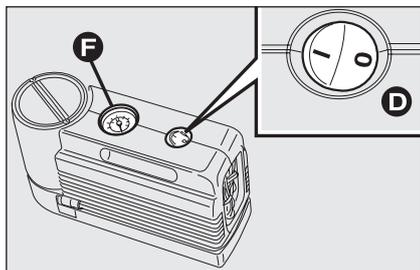
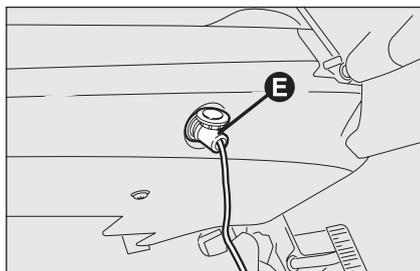

fig. 10
fig. 11
- assicurarsi che l'interruttore **D-fig. 10** del compressore sia in posizione 0 (spento), avviare il motore, inserire la spina **E-fig. 11** nella presa di corrente più vicina e azionare il compressore portando l'interruttore **D-fig. 10** in posizione **I** (acceso). Gonfiare il pneumatico alla pressione prescritta nel paragrafo "Pressione di gonfiaggio" del capitolo "Dati Tecnici".
Per ottenere una lettura più precisa, si consiglia di verificare il valore della pressione sul manometro **F-fig. 10** con il compressore spento;